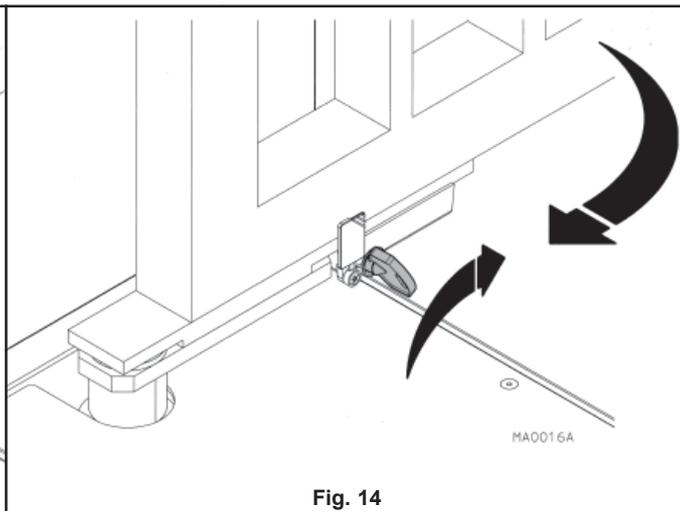

Fig. 14
- Infilarla la chiave sul perno (fig. 14) e ruotarla finché si arresta.
- Position the key on the pin (fig. 14) and rotate until it stops.
- Stecken Sie den Schlüssel in den Bolzen (Abb. 14) und drehen Sie ihn bis zum Anschlag.